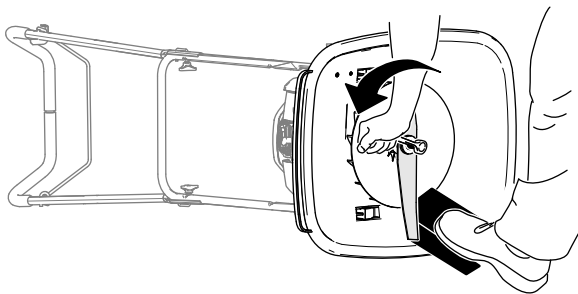

Figur 29
5. Använd skiftnyckeln som medföljde maskinen för att avlägsna kniven genom att vrida knivskruven moturs (Figur 29).